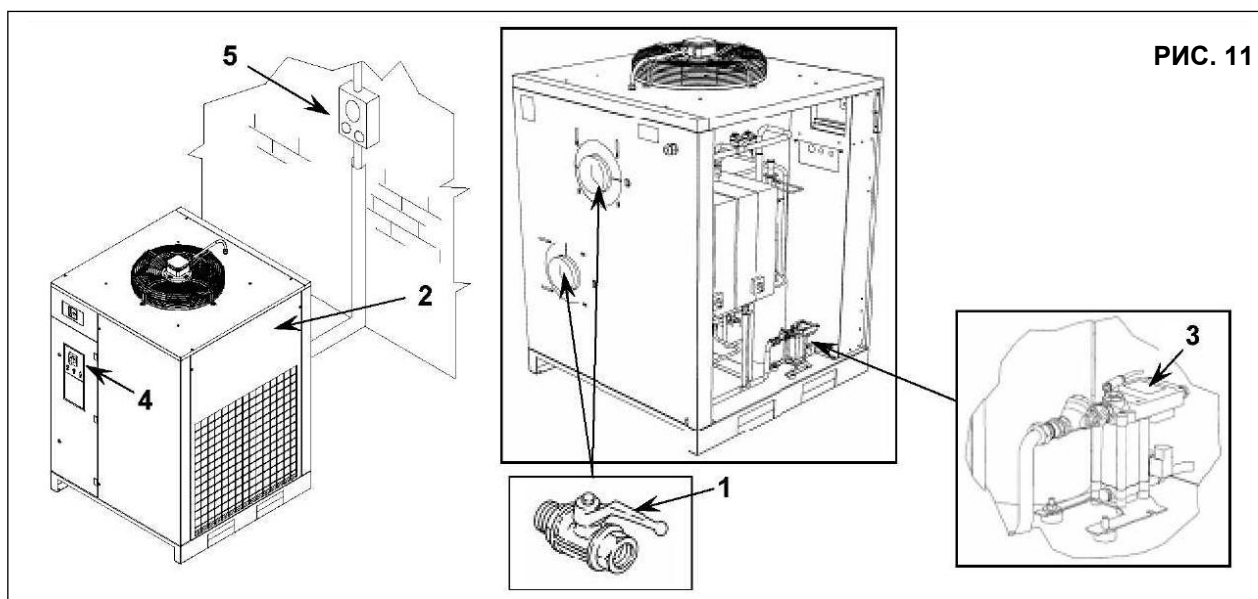

РИС. 11
- Закройте спускной кран, поз. 1, рис. 11
- Снимите панель (поз. 2, рис. 11)
- Сбросьте давление в осушителе, нажав кнопку слива конденсата "TEST", расположенную на пароделителе, Поз. 3, рис. 11
- Выключите устройство. Поверните переключатель в положение "STOP", поз. 4, рис. 11
- Включите автоматический дифференциальный переключатель питания, поз. 5, рис. 11
- Закройте панель, поз. 2, рис. 11